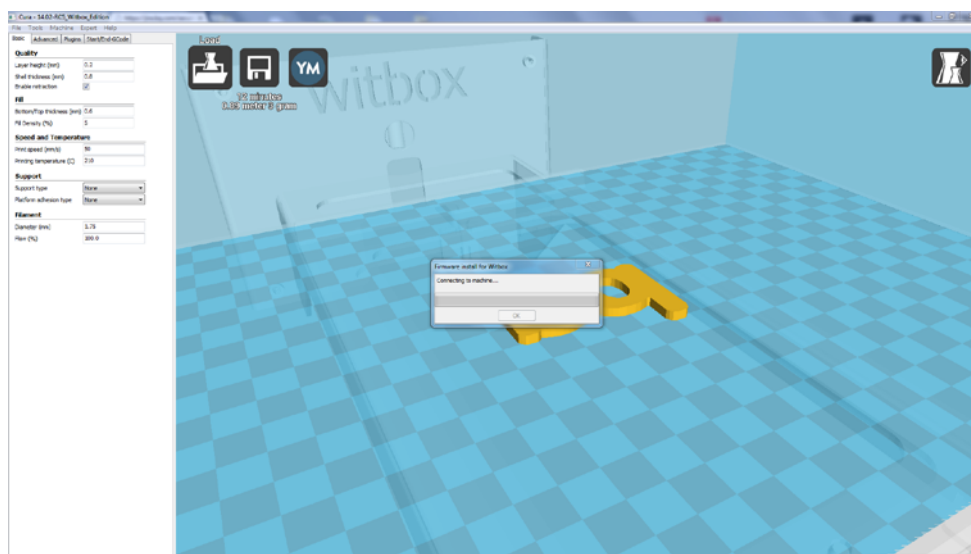

Figure 4.17 Fenêtre de mise à jour du logiciel
- 5 Le nouveau micrologiciel s'installera automatiquement dans l'imprimante (fig. 4.17).